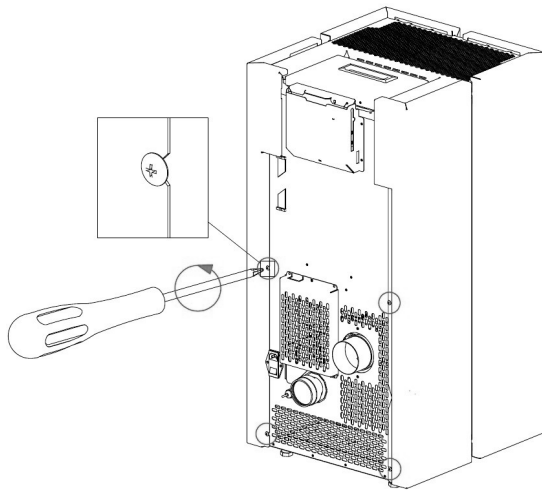

Fig. 51 - Entfernen der Schrauben
- Die vorher entfernte Seitenwand oberhalb der Oberflächenausführung an den Befestigungsöffnungen positionieren und die Schrauben anschrauben (siehe **Fig. 51**).